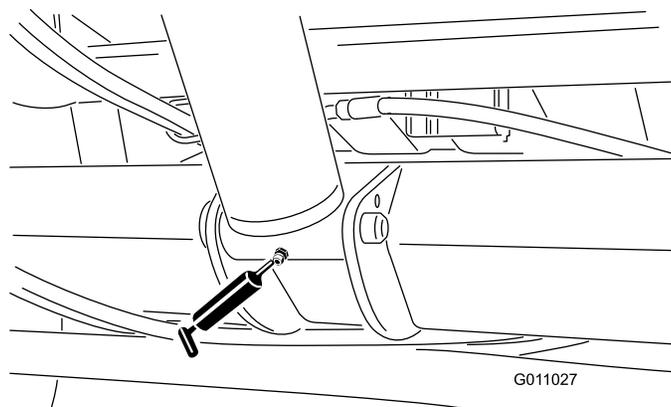

Рисунок 34
- Подъемный цилиндр (2 шт.) (Рисунок 34).